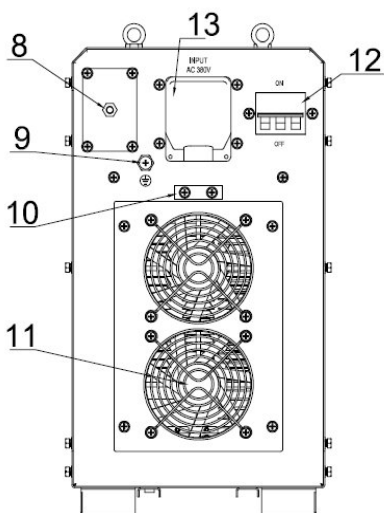
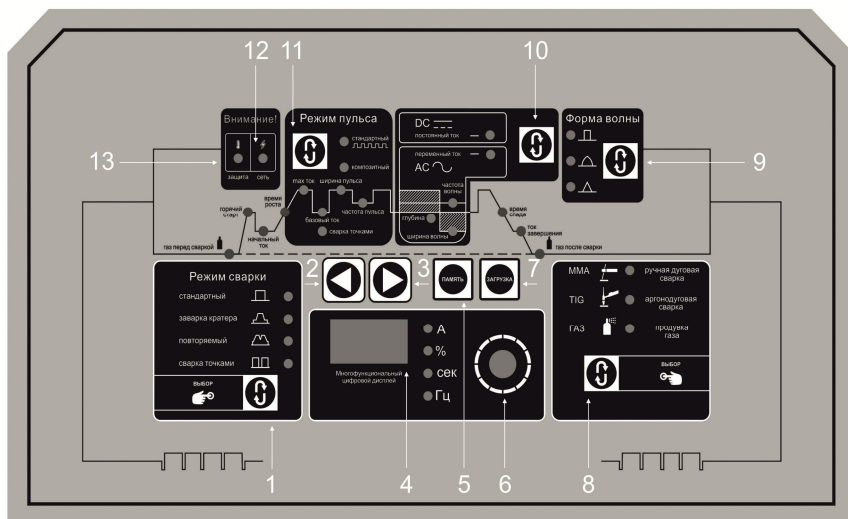

Рис.2. Задняя панель
Рис.3. Панель управления
1. Нажмите кнопку «ЗАГРУЗКА» (Рис.3, п.7) для выбора номера программы. Для перехода к следующей программе или другой нажмите на кнопку «ЗАГРУЗКА» повторно.
1. Выберите номер программы для выбранного параметра при помощи кнопки «ЗАГРУЗКА» (Рис.3,п.7).
2. Установите необходимые величины параметров при помощи ручки выставления параметров (Рис.3,п.6). Переход к выбранному параметру осуществляется при помощи кнопок выбора параметра (Рис.3,п.2,3).
3. Сохраните выбранный номер программы для выбранного и установленного параметра в памяти, нажав кнопку «ПАМЯТЬ» (Рис.3,п.5). Дисплей мигает, указывая на сохранение номера программы в памяти сварочного аппарата (Рис.3,п.4).
Для подключения аппарата к сети, необходимо использовать сетевой кабель. Его необходимо подключить с требуемыми параметрами и проверить соединение, т.к. окисления могут привести к серьезным последствиям и даже поломке. Другой конец сетевого кабеля подключите к соответствующему разъему на задней панели аппарата (Рис.2,п.13). Заметьте, что аппарат **TIG-357 DP AC/DC** необходимо подсоединить к **трехфазной** питающей сети с напряжением **380 В**. Затем проверьте с помощью мультиметра, чтобы технические данные на задней панели аппарата соответствовали напряжению и частоте питающей сети.
Снабжение газом: Подсоедините газовый шланг к медному штуцеру (Рис.2,п.8). Система газоснабжения, состоящая из газового баллона, редуктора и газового шланга, должна иметь плотные соединения, чтобы обеспечить надежную подачу газа, что является чрезвычайно важным для осуществления TIG сварки.
Проверка газа: нажмите на кнопку проверки газа для проверки работы клапанов, клапаны исправны при поступлении газа (Рис.3,п.8).
Заземлите аппарат для предотвращения возникновения статического электричества и утечки токов (Рис.2,п.9).
После выполнения действий, указанных выше, переведите тумблер в положение “Вкл.” (Рис.2.п.12), аппарат начнет свою работу с включения амперметра и работы вентилятора. С помощью переключателя “AC/DC” выберите режим AC или DC (Рис.3,п.10).
С помощью переключателя режимов выберите режим TIG (Рис.3,п.8).
После выполнения всех необходимых работ выключите аппарат посредством перевода тумблера в положение "Выкл." (Рис.2,п.12). Проверьте, ничего ли не тлеет вокруг, т.к. пожар может начаться не сразу, а через некоторое время.
После выполнения действий, указанных выше, переведите тумблер в положение "Вкл." (Рис.2,п.12), аппарат начнет свою работу с включения амперметра и работы вентилятора.
С помощью переключателя режимов выберите режим MMA (Рис.3,п.8).
Внезапная остановка может произойти из-за перегрева. При перегреве аппарата загорается индикатор «Защита» (Рис.3,п.12) , и процесс сварки автоматически останавливается. При этом, не отключая аппарат, дождитесь, пока внутренняя температура не станет соответствовать стандартному диапазону. И погаснет индикатор.